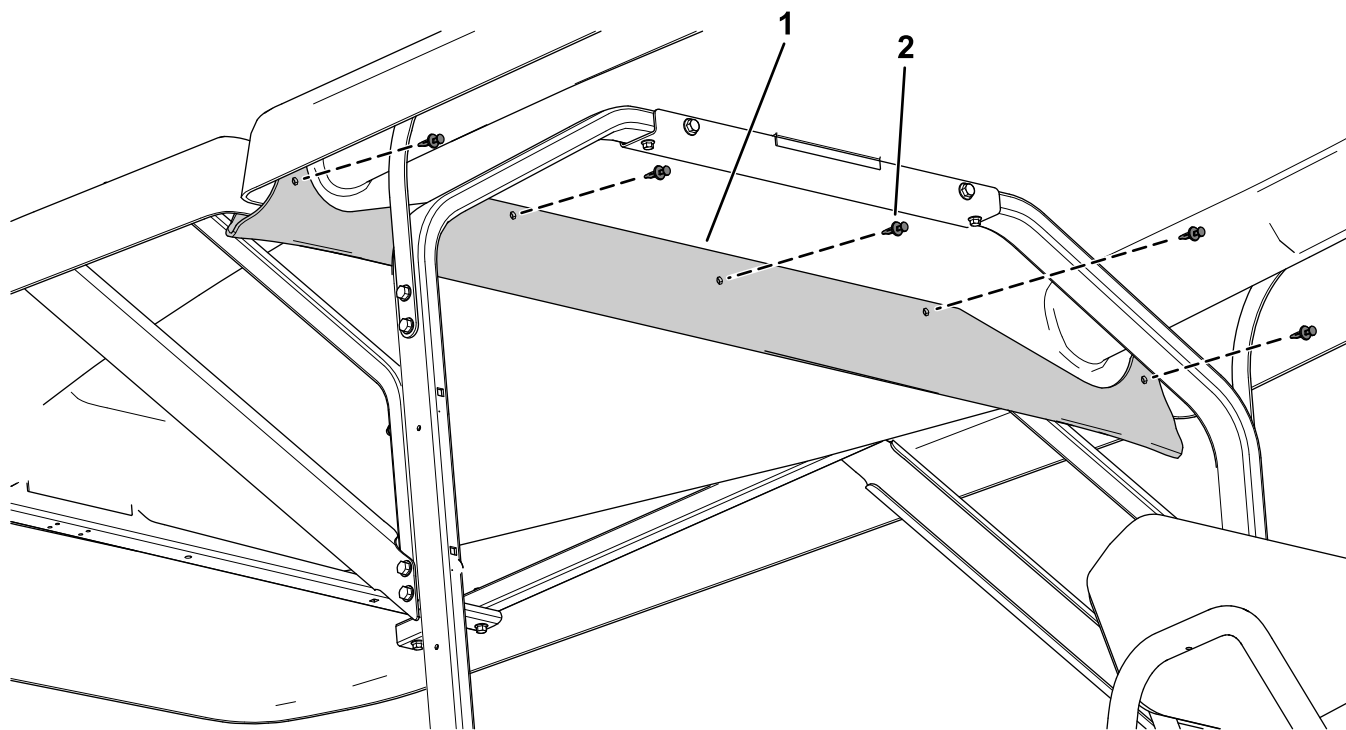

図 10
3. 前側日よけの左右に雨樋を取り付けるプラスチック製リベット 5 本を使用する 図 10。